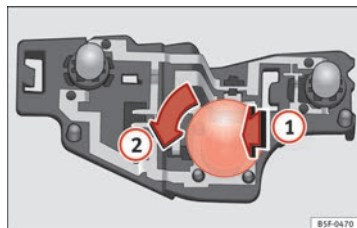

Fig. 201 Ubicación de las lámparas de incandescencia en el portalámparas.
- Presione la lámpara defectuosa ligeramente hacia el portalámparas ⇒ fig. 201 ①, gírela a continuación hacia la izquierda ② y extráigala.